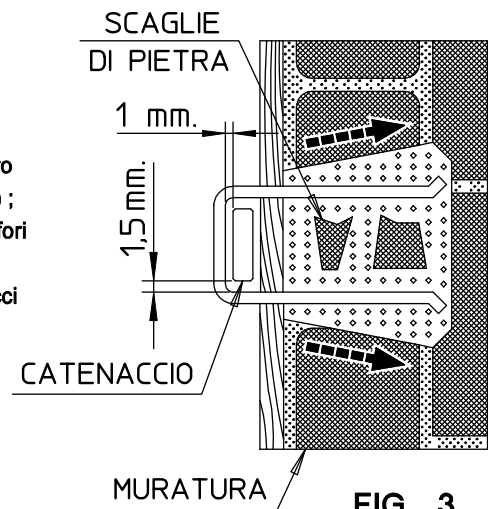

FIG. 3
- lungo il perimetro della sagoma dello scasso eseguire in profondità il maggior numero possibile di fori, possibilmente inclinati verso l'esterno della sagoma stessa (FIG. 3) ;